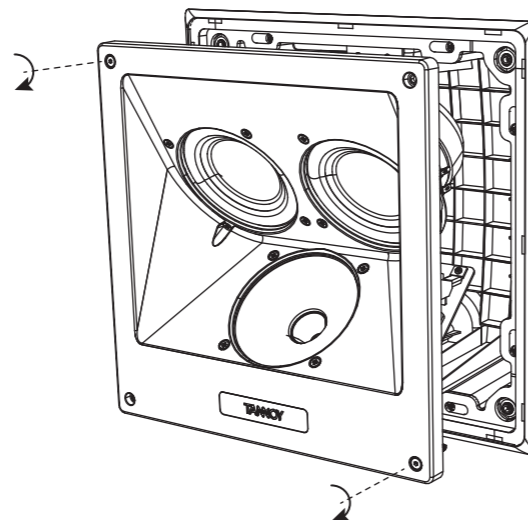

Fig. 20. Install the loudspeaker
- Setzen Sie den Lautsprecher in die hintere Dose ein und befestigen Sie ihn mit den Schrauben (Abb. 20).